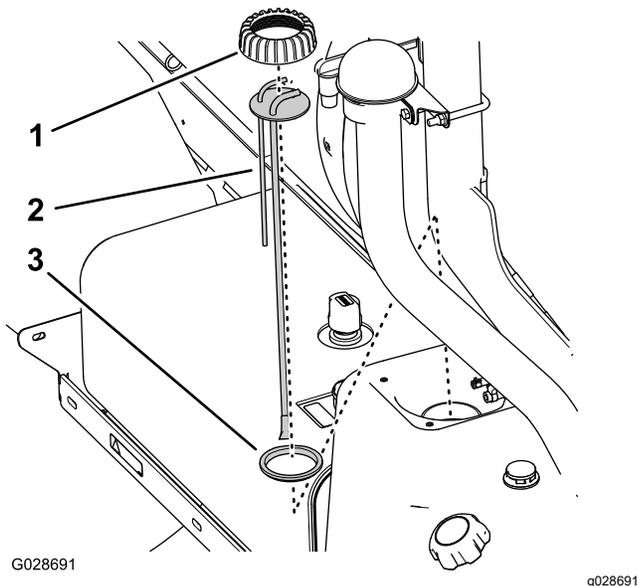

Рисунок 82
- Поверните крышку вертикальной трубы / датчика уровня топлива против часовой стрелки, затем снимите крышку (Рисунок 82).
- Поднимите узел вертикальной трубы / датчика уровня топлива, чтобы снять его с топливного бака (Рисунок 82).
- Установите крышку на вертикальную трубу и вставьте вертикальную трубу в уплотнение (Рисунок 82).
- Совместите крышку, вертикальную трубу и уплотнение с баком и осторожно вставьте новый узел вертикальной трубы в топливный бак (Рисунок 82).
- Установите крышку на горловину топливного бака и затяните крышку от руки (Рисунок 82).